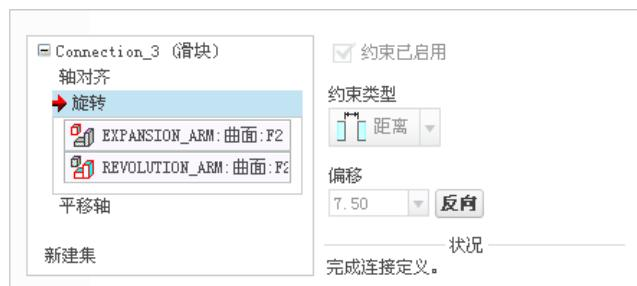

图 9.2.12 “放置”界面
(3) 定义“旋转”约束。分别选取图 9.2.10 所示的两个平面为“旋转”约束参考，然后单击 选项后的反向连接按钮 切换方向，此时 **放置** 界面如图 9.2.12 所示。